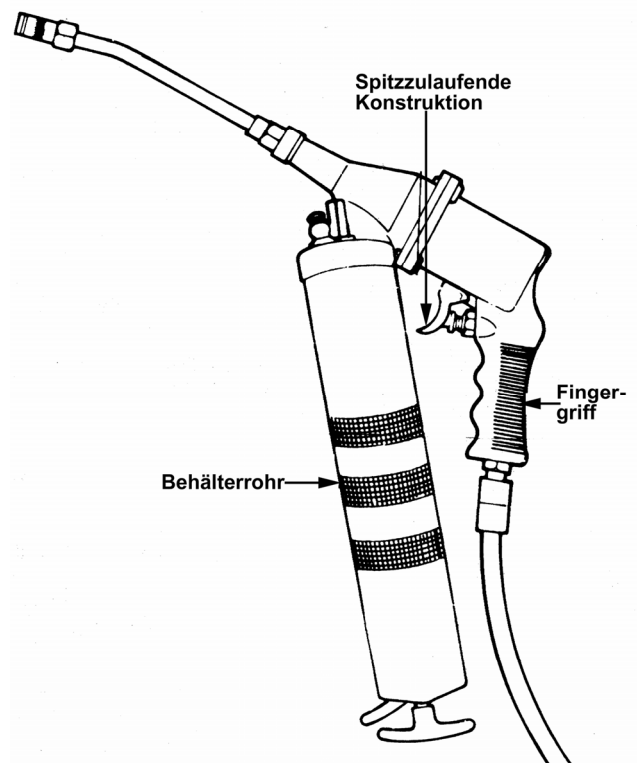

Abb.1: Druckluft-Fettpresse
- Da die spitz zulaufende Konstruktion den Einbringabstand verringert und den Schwerpunkt zwischen Fingergriff und Behälterrohr konzentriert, kann sie während des Betriebs ohne Ermüdung des Arms bewegt werden (Siehe Abb. 1).
- Infolge der spitz zulaufenden Konstruktion ist Arbeiten über einen breiten Bereich auf engem Raum möglich (siehe Abb. 1).